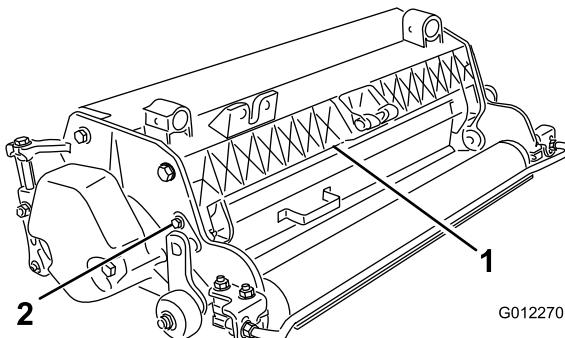

Figura 5
- Desaperte os parafusos no apoio do resguardo de relva (Figura 5).
- Rode o resguardo de relva para posição pretendida e aperte os parafusos (Figura 5).